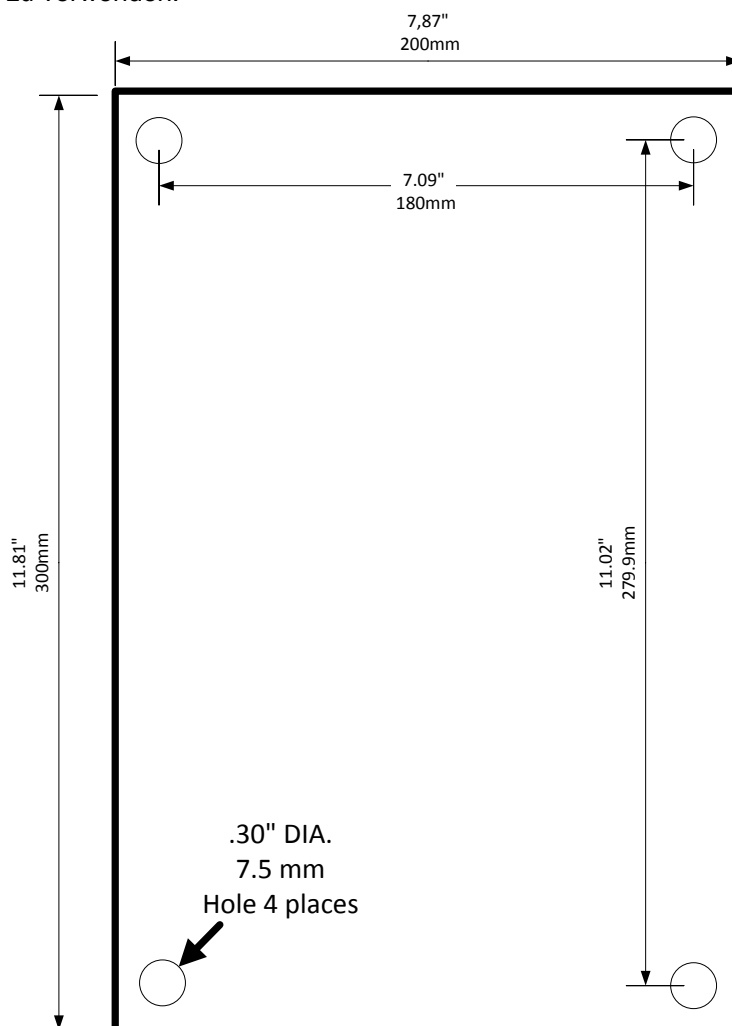

Abbildung 1: Gehäusemontage
9. Den Empfänger positionieren und sicherstellen, dass er so weit wie möglich von freiliegenden Laufkatzenseilen und elektromagnetischen Störungs- oder Strahlungsquellen entfernt ist. Informationen und Maße zur Montage sind in Abbildung 1 zu finden.
HINWEIS: Abbildung 1 ist nicht maßstabsgerecht.